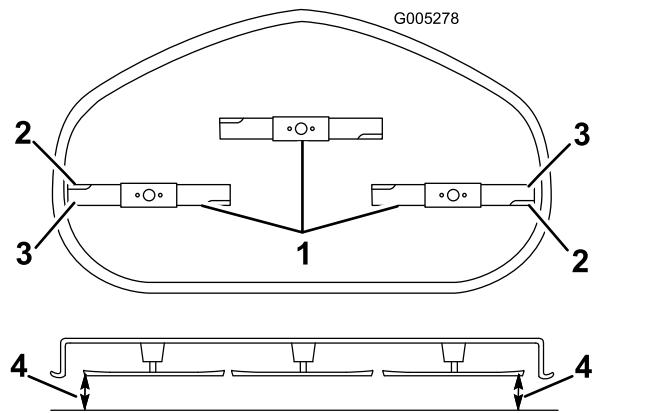

Figura 60
4. Gire cuidadosamente las cuchillas hasta que estén todas orientadas lateralmente (Figura 59 y Figura 60).